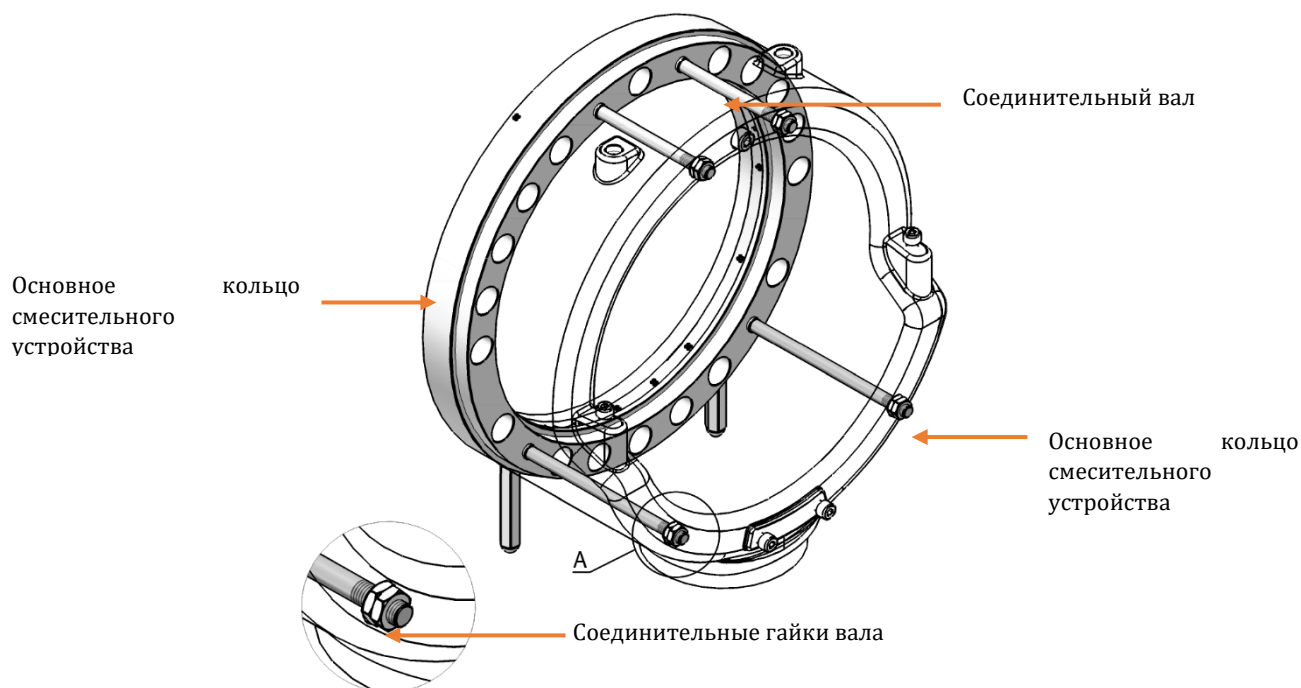

Рис. 34- Монтаж удерживающего кольца газовых форсунок с основным кольцом смесительного устройства RGB-M-1350
- 1- Подсоединить удерживающее кольцо форсунок с основным кольцом смесительного устройства, приведенного на Рис. 34.